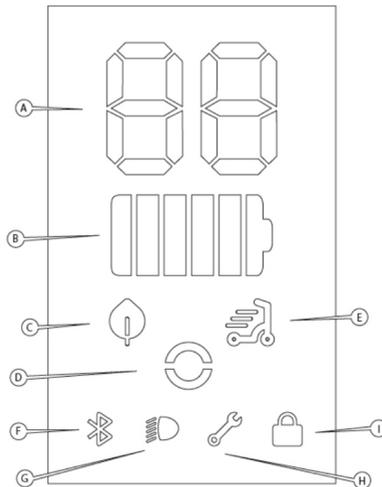

Abbildung 22 - Detail des Displays
5. Überprüfen Sie, dass alles korrekt angeschlossen ist und vergewissern Sie sich darüber, dass das Symbol für Bluetooth am Display blinkt (**siehe Punkt F Abbildung 22 - Detail des Displays**).